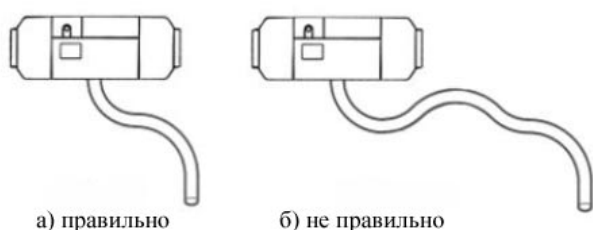

Рис. 20
4.6.3 Обе трубы должны идти в сторону и вниз от печки (Рис. 20), в противном случае в нижней части трубы должно быть сделано отверстие Ø4 мм для слива конденсируемой воды. Если трубе необходим изгиб, радиус должен быть не менее 50 мм. Кроме того сумма всех углов для одной трубы не должны превышать 270°.